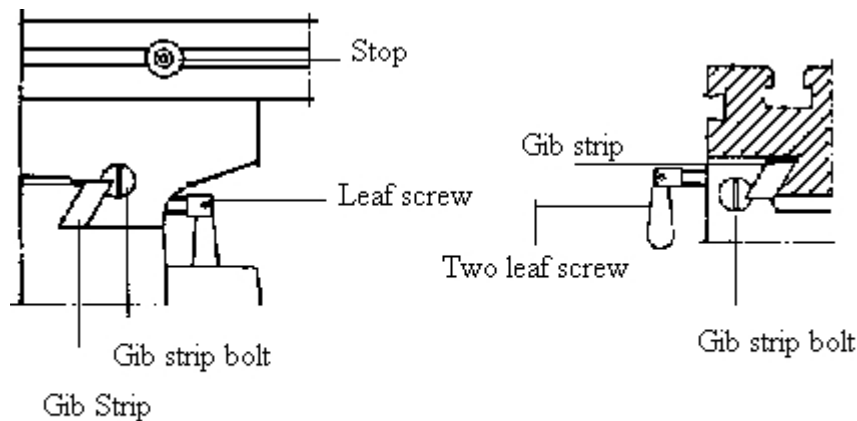

Fig. 3.
7. AJUSTEMENT DE LA TABLE ET COMPENSATION DE L'USURE (voir Fig. 3)
8. CLAMPAGE, BASE DE LA TABLE ET BASE DE LA MACHINE (voir Fig. 3)